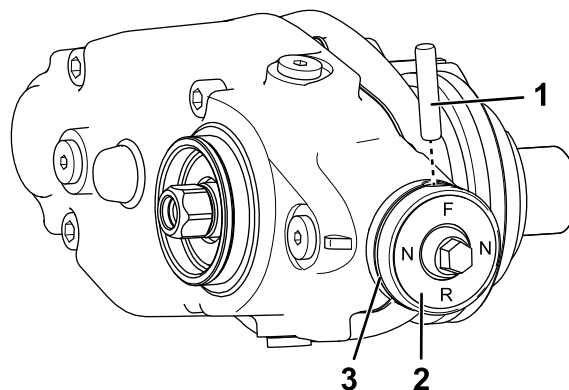

Рисунок 17
- A. Снимите уплотнительное кольцо с ручки сцепления (Рисунок 17).
- B. Извлеките срезной штифт, который крепит ручку сцепления к приводному валу (Рисунок 17).
- D. Установите ручку сцепления на приводной вал с помощью срезного штифта (Рисунок 17).